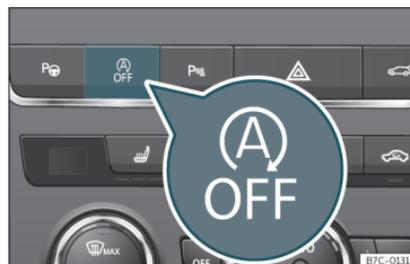

Fig. 141 Console centrale: tasto del sistema Start/Stop.
- Per disattivare/attivare manualmente il sistema Start/Stop, premere il tasto  »» fig. 141.